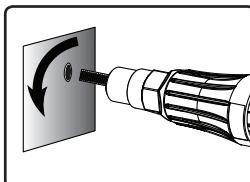

Fig 17
- Engage the drill in counterclockwise rotation to release the rivet nut from anvil then release the adaptor from hand/handle to unscrew the rivet nut from the mandrel. [Fig 17]
- *pour dévisser l'écrou à sertir du mandrin. [Fig 17]*
- Gire el taladro en sentido contrario a las agujas del reloj para liberar la tuerca del remache del yunque y luego suelte el adaptador de la mano / manija para desenroscar la tuerca del remachable del mandril. [Fig 17]